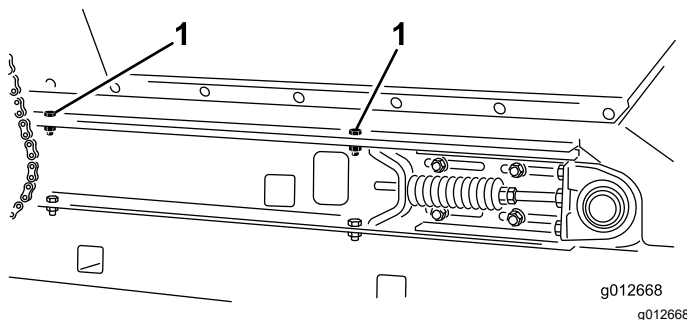

Figura 31
2. Su ciascun lato della macchina, rimuovete le 2 viti a testa cilindrica, le 2 rondelle e i 2 dadi di bloccaggio che fissano la tramoggia alle guide del telaio scorrevole (Figura 31).